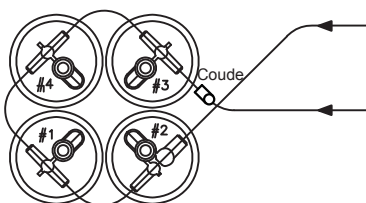

Figure 6-3. Raccordement des tuyaux
9. Fixer la coupelle gaz sur le nouveau capteur en s'assurant que lorsque l'assemblage des capteurs est branché sur la carte principale de l'analyseur, les tubes de raccordement du dessus des coupelles gaz sont alignés comme indiqué à la figure 6-3.